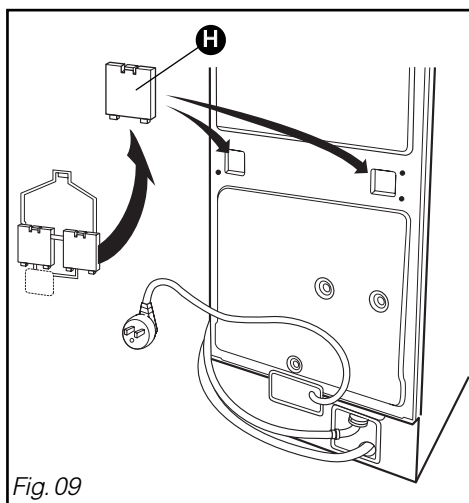

Fig. 09
- Bouchez les trous laissés par la bride à l'aide des 2 **caches restants H** (Fig. 09) et revissez les 4 vis **E** à leur emplacement d'origine dans la carrosserie.